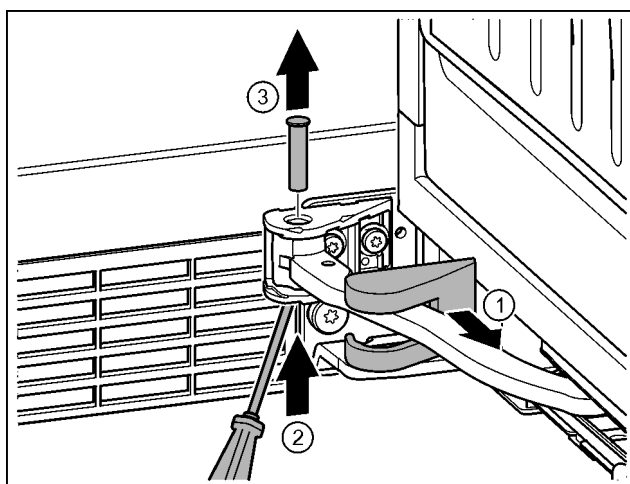

Fig. 17
- ▶ Снять крышку опорного кронштейна и переместить вдоль шарнира. Fig. 17 (1)
- ▶ Рукой или отверткой приподнять палец снизу. Fig. 17 (2)
- ▶ Вставить отвертку под головку пальца и вытащить его. Fig. 17 (3)